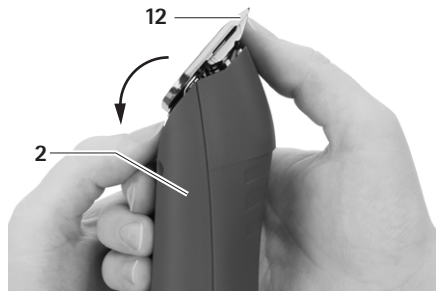

Fig. 5
- Fäll ut klipp huvudet **12** framåt, se Fig. 5.